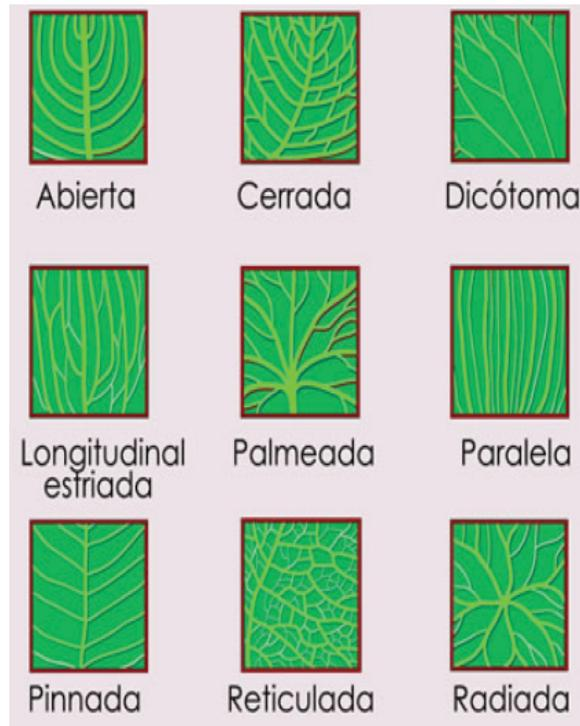

Figura 3. Tipos de nervaduras de hojas.¹
8. Utilizando la Figura 3, indica el tipo de nervadura principal de la hoja.